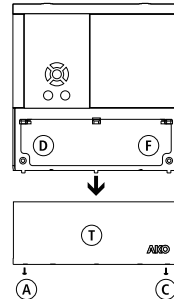
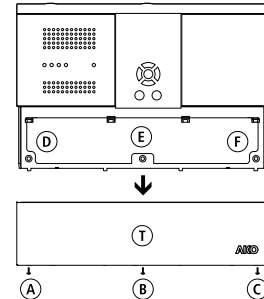

FIG.1a
FIG.1b
- 将T顶盖从设备（图1a或图1b）上拆除。
- 插入并拧紧螺丝D, E, F（图1a或图1b）
- 根据接线图将电缆连接后，关闭顶盖T，插入并拧紧螺丝A, B, C（图1a或图1b）。
- 将T顶盖从设备上拆除（图1a或图1b）。
- 按照接线图连接电缆后，关上顶盖T，插入并拧紧螺丝A, B, C（图1a或图1b）。